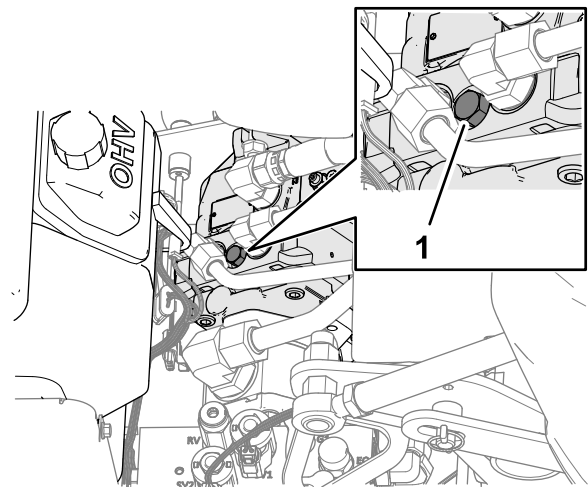

Bild 127
4. Suchen Sie die Abdeckung der Schraube des Sicherheitsventils zwischen Motor und Hydraulikpumpe, wie in Bild 127 dargestellt.